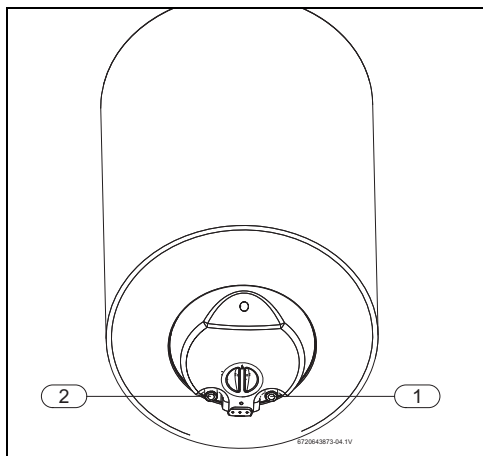

Fig. 7
- ▶ Identifique la tubería de agua fría y de agua caliente, para evitar un posible intercambio entre ellas (Fig. 7).